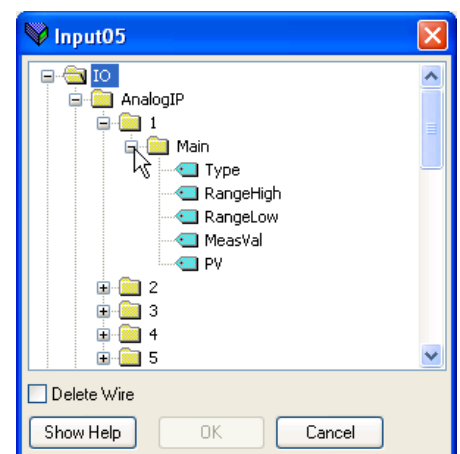

Abbildung 138 Browserfenster
1. Doppelklicken Sie auf die nächste verfügbare Position in der Spalte „Verknüpfung von“ in „Eingang Definition“ oder „Ausgang Definition“ und wählen Sie dann die Variable, die Sie zuweisen möchten. Es erscheint ein Popup-Fenster (Abbildung 138) mit einem Browser, über den eine Parameterliste geöffnet werden kann.